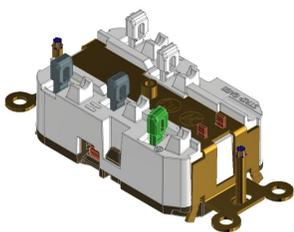

Fig. 2
- Le dispositif est livré de l'usine prêt à être câblé, les plongeurs en position "vers le haut". Consulter la Fig. 2. Les plongeurs doivent être relevés avant qu'un fil puisse être inséré dans la chambre de câblage.